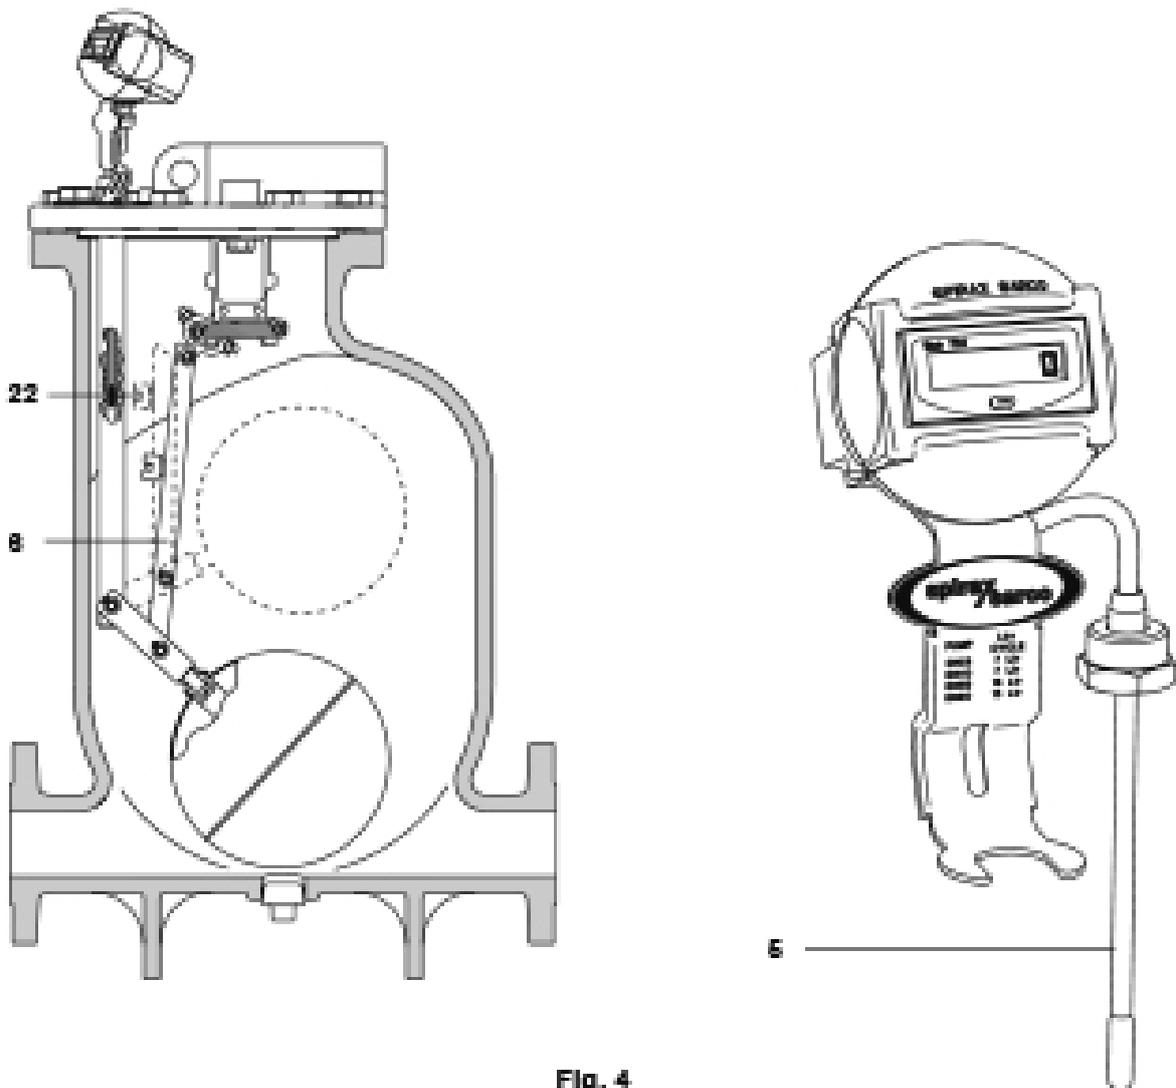

Fig. 4
**L'EPM1** comporte un compteur digital relié à la sonde (rep. 5) qui est logé dans la pompe MFP14. Un actionneur (rep. 22) est installé dans la tige poussoir de la pompe (rep. 6, Fig. 4). Lorsque le niveau de condensat varie dans le corps de la pompe MFP14, l'actionneur se trouve au niveau de la sonde et déclenche l'indication d'un cycle supplémentaire au niveau de l'afficheur.